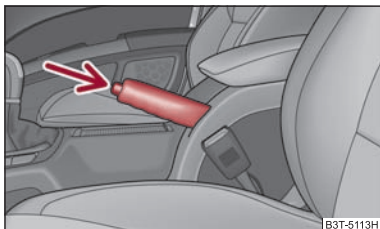

Fig. 128 Consola central: Freno de mano
- Tire de la palanca del freno de mano un poco hacia arriba y pulse **simultáneamente** el botón de bloqueo ⇒ fig. 128.